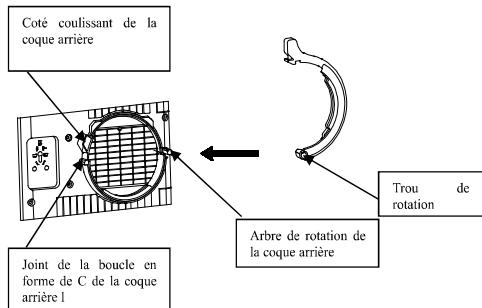

Figure 3
- 2). Dirigez le trou rotatif à l'extrémité enfichable du tuyau d'échappement de chaleur vers l'arbre de rotation de la coque arrière et faites-le glisser sur la coque arrière conformément à la direction du joint à encliquetage de l'arbre de rotation sur la coque arrière (comme illustré sur la figure 3).